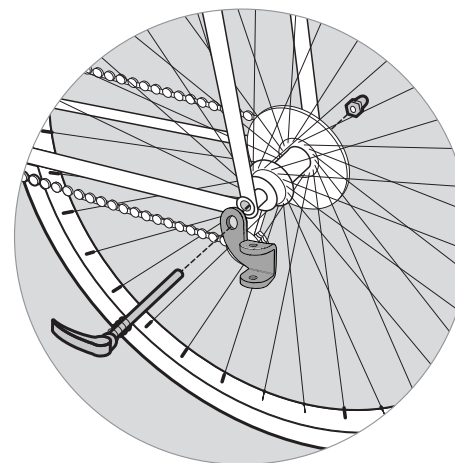

Figura 14
1. **Colocación del enganche en la bicicleta:** quite la liberación rápida o la tuerca del lado izquierdo del eje de la rueda trasera de la bicicleta. Instale el enganche entre la liberación rápida o la tuerca y el marco (figura 14). Apriete la liberación rápida o la tuerca de acuerdo con la recomendación del fabricante. El enganche puede permanecer en la bicicleta cuando se quita el remolque.